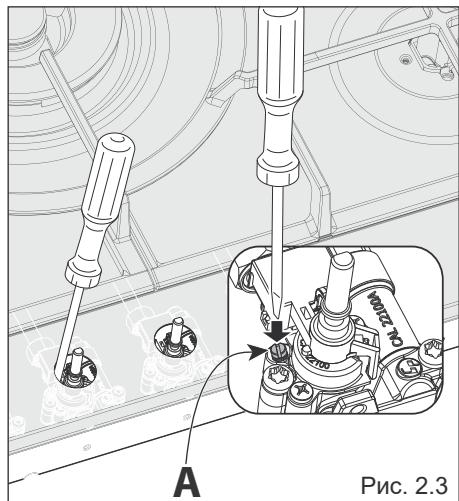

Рис. 2.3
- С помощью отвертки поверните винт "J" так, чтобы добиться нужного Вам результата. (рис. 2.3).